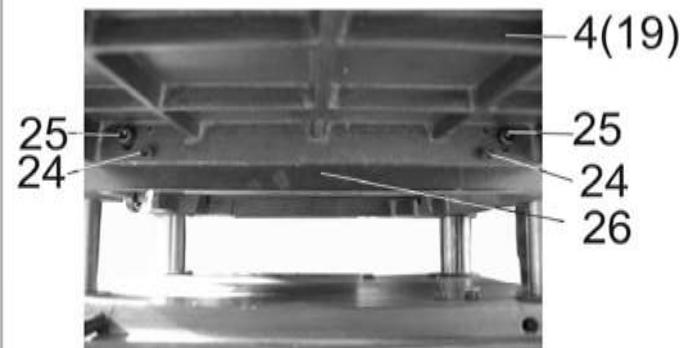

Рис.5
8.2.2. Как показано на Рис.5, используя детали крепления (H) и шестигранные ключи (E) (см. п.3.1), с обеих сторон рабочего стола (26) установите и закрепите болтами (25) на одном уровне с рабочим столом (26) приёмный стол и стол подачи (4 и 19). Регулировочными болтами (24) выставьте положение рабочей поверхности столов (4 и 19) в одной плоскости с рабочей поверхностью рабочего стола (26).